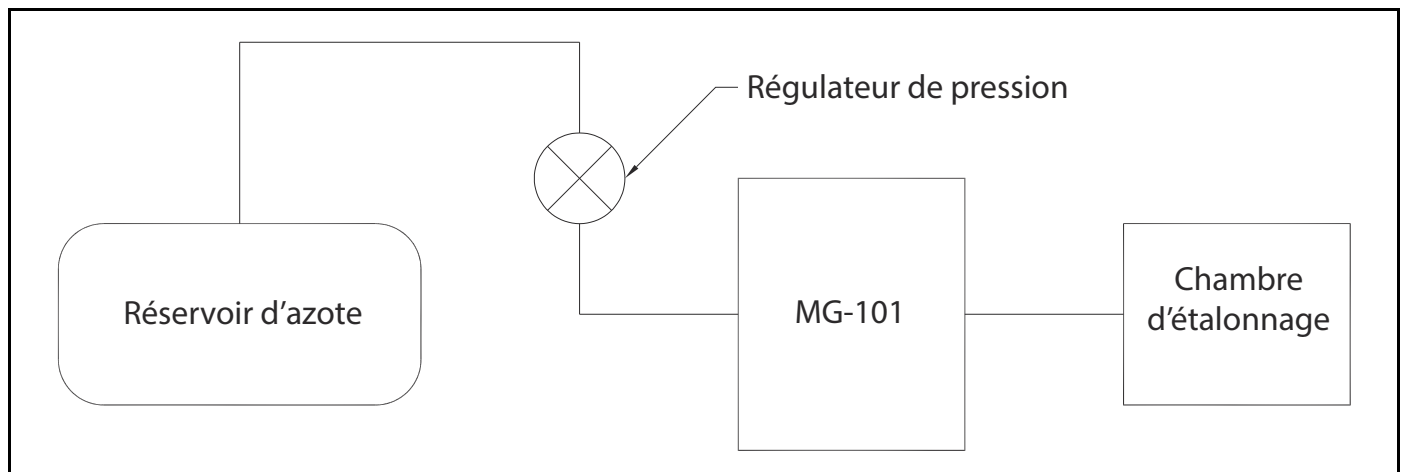

Figure 4 : Réglage de test type d'un MG-101
7. Raccordez l'alimentation en azote au raccord d'admission du MG-101 via le régulateur de pression en acier inoxydable, en utilisant un tube en acier inoxydable de diamètre extérieur 1/4" (voir *Figure 4* ci-dessous).